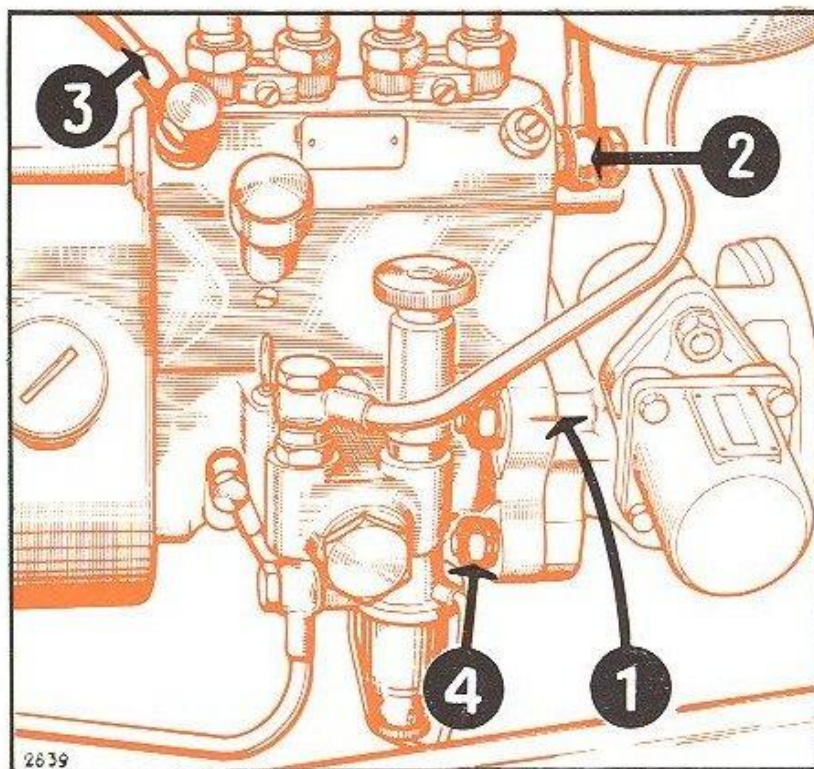

FIG. 28. — Repérage pour le calage de la pompe à injection.
Après avoir procédé à l'accouplement des cannelures, disposer face à face les repères (**rep. 1, fig. 28**) frappés sur le support et sur la bride de la pompe, puis bloquer énergiquement les quatre écrous de fixation munis de leurs rondelles plates et grower.
- Démontez complètement la tuyauterie d'arrivée de combustible (**rep. 2, fig. 28**) à la pompe d'injection et disposer sur ce raccord un petit réservoir à combustible.
Démontez complètement la tuyauterie de retour (**rep. 3, fig. 28**) et obturer l'orifice découvert au moyen d'un raccord approprié.
- Desserrer les quatre écrous (**rep. 4, fig. 28**) fixant la pompe au moteur de façon à rectifier le point d'injection, en jouant sur les lumières usinées dans le carter de pompe, puis resserrer un seul écrou. Réaliser ensuite une nouvelle vérification comme indiqué au **point 6**.
- Après vérification, bloquer énergiquement les quatre écrous (**rep. 4, fig. 28**).